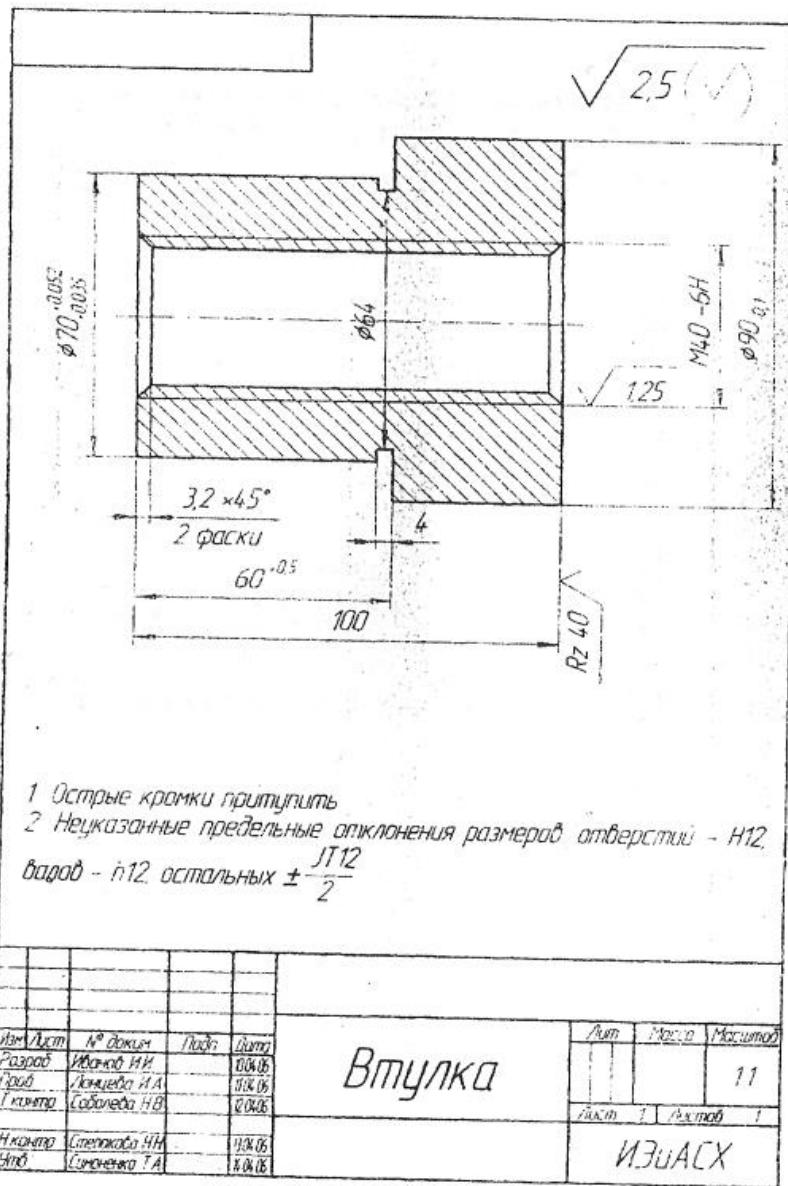

Рисунок 1
1. Выбор листа: Создать-Новый документ-Чертеж - ОК (см. рисунок 1, 2).